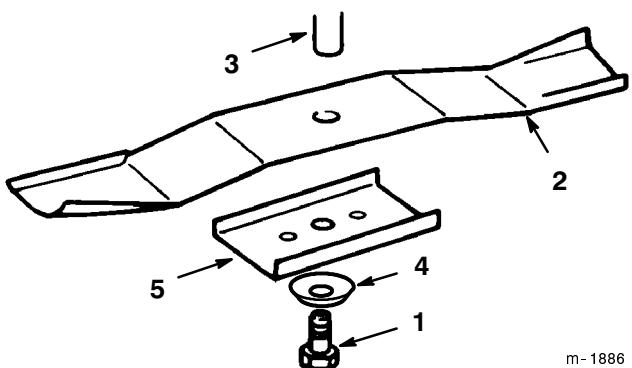

Bild 37
3. Entfernen Sie die Schraube (5/8"-Schlüssel), Spannscheibe, den Halter und das Schnittmesser (Bild 37). Sie können einen Holzklotz zwischen das Schnittmesser und das Schneidwerk keilen, um das Schnittmesser beim Entfernen der Schraube zu blockieren.
1. Bringen Sie das Schnittmesser, den -halter, die Spannscheibe (Schalenseite zum Messer) und die Messerschraube an (Bild 37).